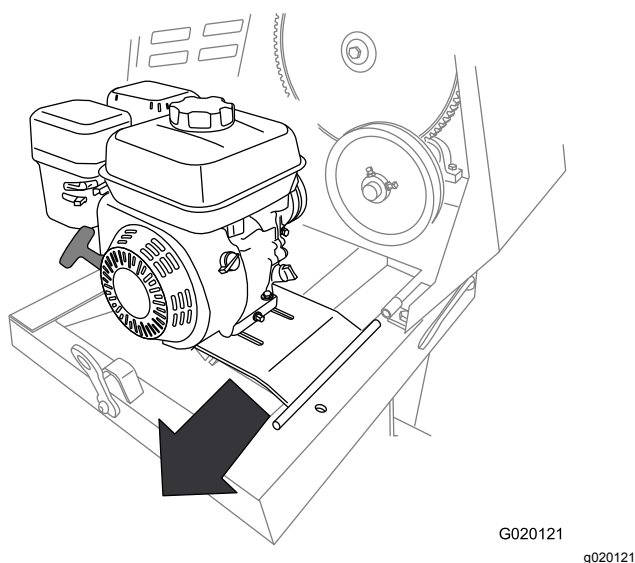

Figura 55
- Deslice la chapa del motor hacia atrás para retirarla del soporte delantero de la bisagra (Figura 55).
- Retire el motor y la chapa del motor de la máquina (Figura 55).
- Alinee el pivote de la chapa del motor con el soporte delantero de la bisagra (Figura 55).
- Deslice la chapa del motor hacia adelante encajando el pivote en el soporte delantero de la bisagra (Figura 55).
- Alinee el soporte trasero de la bisagra con el pivote de la bisagra de la chapa del motor (Figura 55).